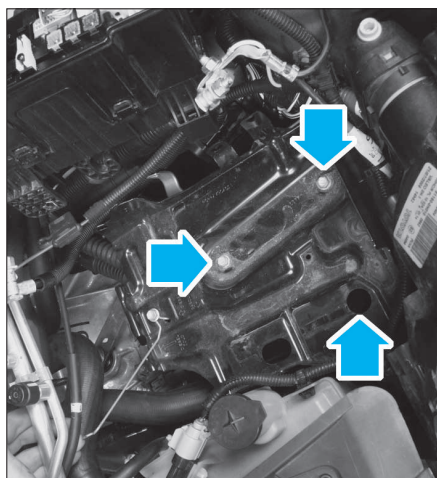

FIG. 24
- Déposer le support batterie (3 vis) (fig. 24).